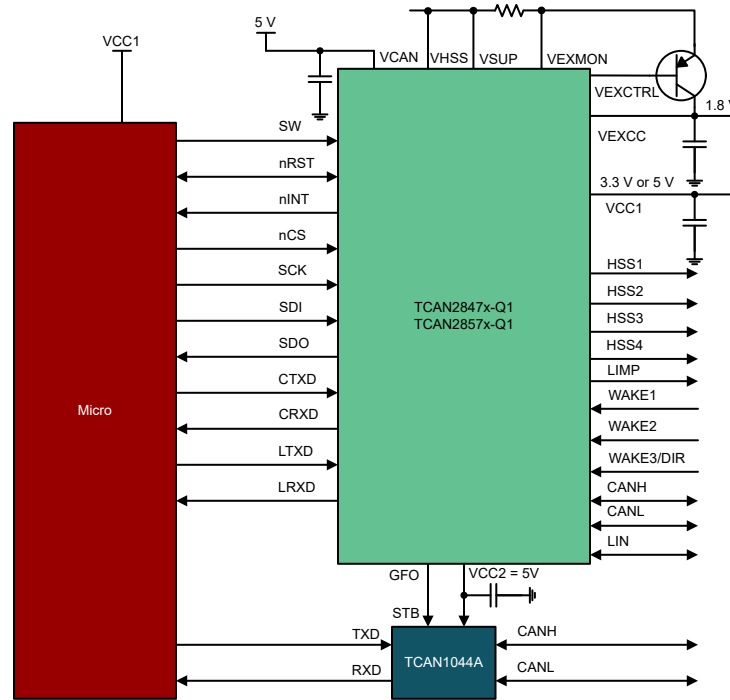

图 10-6. 使用 CAN FD 收发器进行通道扩展
- 两个 CAN FD 收发器和一个 LIN 收发器 (使用 TCAN2847x-Q1)，并配备一个八引脚的 CAN FD 收发器，请参阅图 10-6